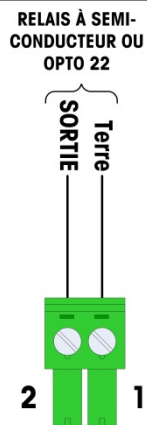

Figure 2-44 : Connecteur de sortie discrète du capteur analogique
- Pour un câble à quatre fils standard : Si une augmentation des résultats de pesées est accompagnée d'une réduction des poids sur l'affichage, inverser les fils de signal (+SIG et -SIG). La Figure 2-44 illustre les définitions du câblage sur le connecteur de sortie discrète du capteur.